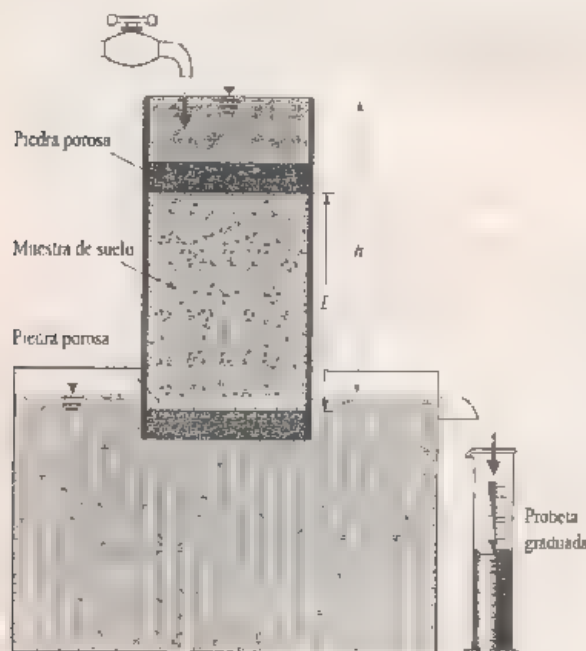

FIGURA 4.4 Prueba de permeabilidad bajo carga constante
4.3 Refiérase al arreglo de carga constante mostrado en la figura 4.4. Para una prueba, se dan los siguientes valores:
4.4 Refiérase a la figura 4.4. Para una prueba de permeabilidad bajo carga constante en arena, se dan los siguientes valores: